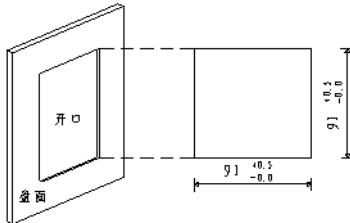

图 7.2.1
- 1、 在安装仪表的盘面上开孔。尺寸见下图 7.2.1。单位(mm)